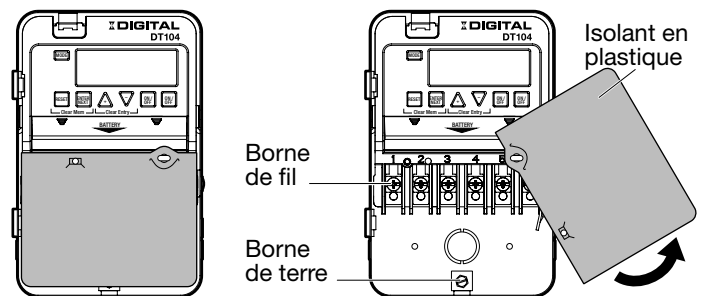

FIG. 4 Isolant en plastique et bornes de fil
1. Levez le côté gauche de l'isolant en plastique du support coulissant et faites-le pivoter vers le haut pour l'écarter afin de pouvoir accéder au bornier. Voir FIG. 4.
4. Connectez le fil de terre vers la borne de mise à la terre en bas du boîtier. Voir FIG. 4.